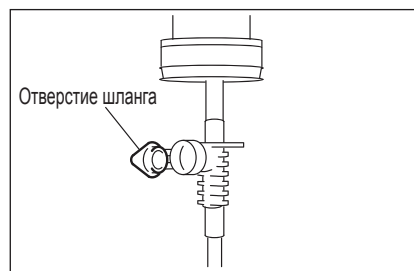

Рис. 14
- 3) Откройте отверстие шланга для подачи воздуха в емкость (Рис. 14).